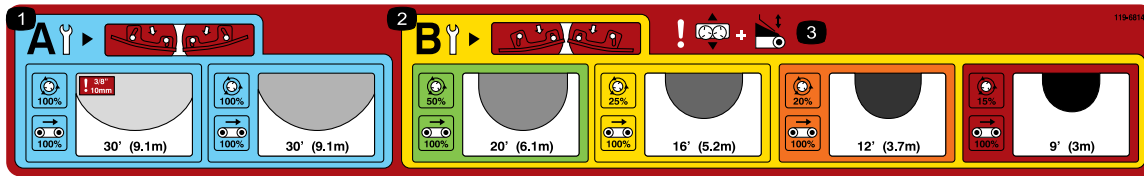
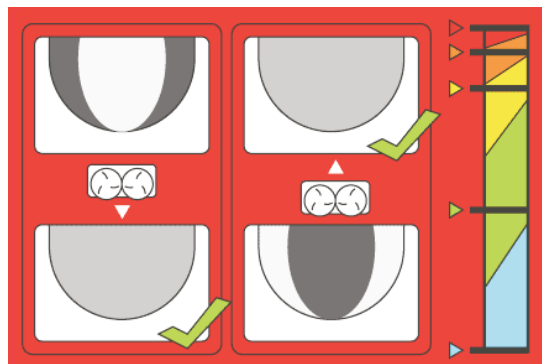

Figura 30
Figura 43
Scegliete il tipo di spargimento leggendo l'adesivo relativo al funzionamento principale posto sulla sponda posteriore della macchina (Figura 30).
**Nota:** I colori sull'adesivo illustrati nella Figura 36 corrispondono ai colori sull'adesivo di funzionamento principale (Figura 30).
**Nota:** I colori sugli adesivi illustrati nella Figura 38 e nella Figura 39 corrispondono ai colori sull'adesivo di funzionamento principale (Figura 30).
**Nota:** I colori sull'adesivo illustrati nella Figura 41 corrispondono ai colori sull'adesivo di funzionamento principale (Figura 30).
Per rimediare a questo problema, la **regolazione della base** è dotata di un'illustrazione che indica il corretto riposizionamento della base (Figura 43).
**Nota:** I colori sull'adesivo illustrati nella Figura 43 corrispondono ai colori sull'adesivo di funzionamento principale (Figura 30).